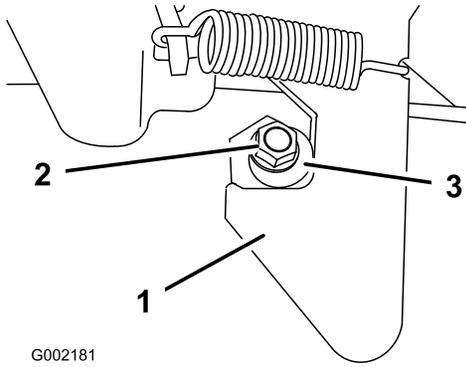

Figure 28
1. Desserrez l'écrou au bout du montant de verrouillage (Figure 28).
2. Tournez le montant dans le sens horaire jusqu'à ce qu'il soit bien serré contre le verrou, puis serrez l'écrou (Figure 28).